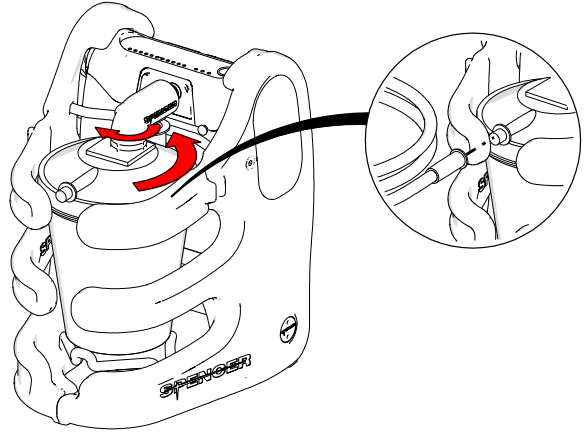

Abb. 8
3. Der Patientenschlauch (Nr°17 Abschnitt 3.2) mit dem Behälterdeckel verbinden, in dem Eingangsanschluss, der mit der Beschriftung „Patient“ kenn gezeichnet ist. Überprüfen, dass alle Verbindungen gesichert sind, um Flüssigkeiten- und Unterdruckverluste zu vermeiden (Abb.8).